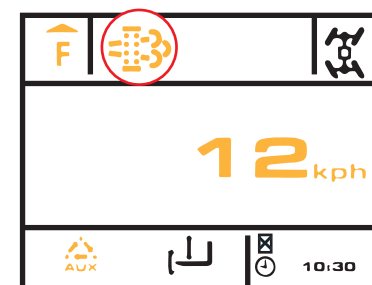

FIGURA 1
1. Cuando se disponga de una actualización con la máquina parada, en la pantalla aparecerá un icono (Figura 1).